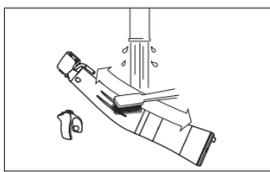

図16
- 4 ハンドピースとパイプホルダー表面の汚れを流水で洗い流し、ブラシ(金属製は不可)で洗浄します。(図16)